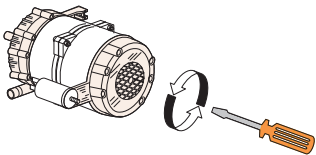

fig. 8
1. Controllare la girante della pompa risciacquo. Girante è bloccata: ruotare l'albero motore con un cacciavite (vedi fig. 8).
3. Controllare la girante della pompa risciacquo. La girante è bloccata: ruotare l'albero motore con un cacciavite (vedi fig. 8).